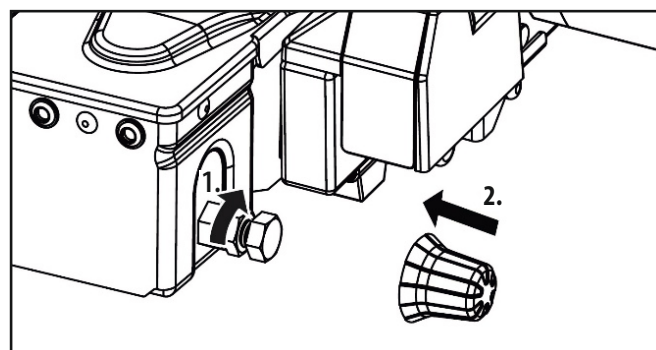

Figura 14: Regolazione della chiusura rapida
- Serrare il controdado (Figura 14).